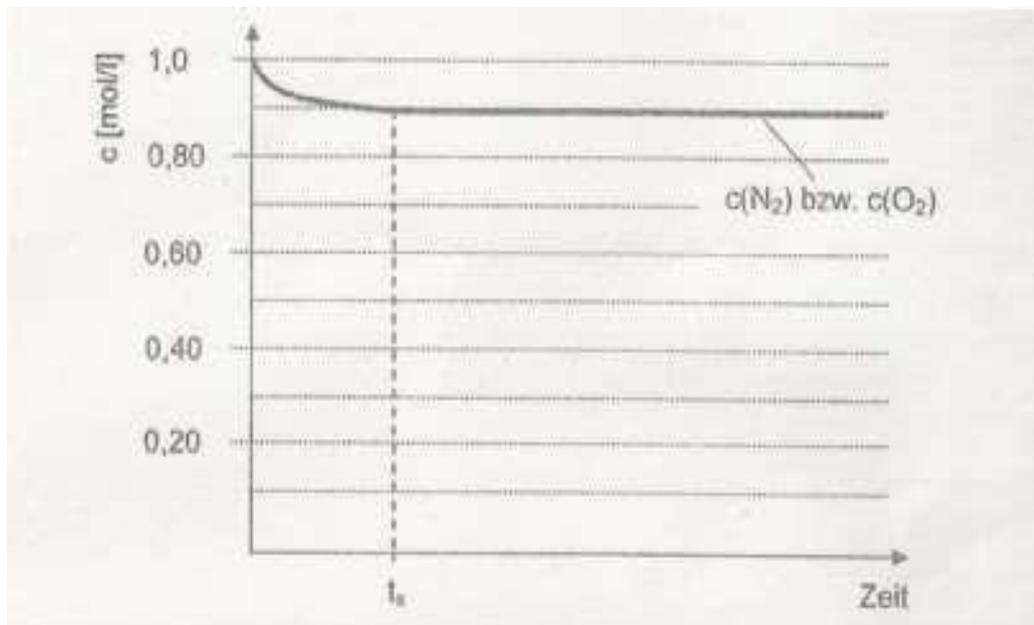

Abb. 2: Konzentration der Edukte der Stickstoffmonoxidsynthese in Abhängigkeit von der Zeit bei konstanter Temperatur und konstantem Druck
- und ergänzen sieh Abbildung 2 durch den Kurvenverlauf für die Konzentration von Stickstoffmonooxid! [5 BE]